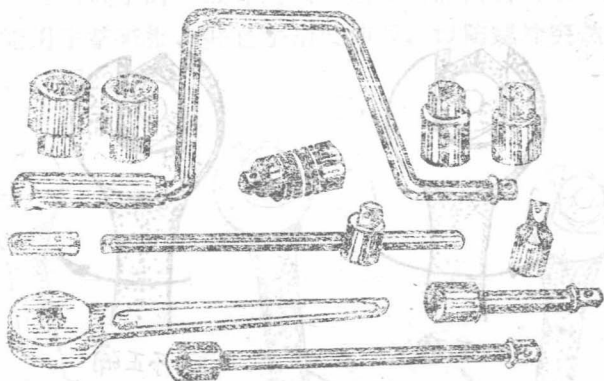

图224 套筒扳手
3. 套筒扳手：它和梅花扳手有些相似。不同的是套筒部分可以拆下，用时可以根据需要装配各种不同尺寸的套筒，如图224所示。